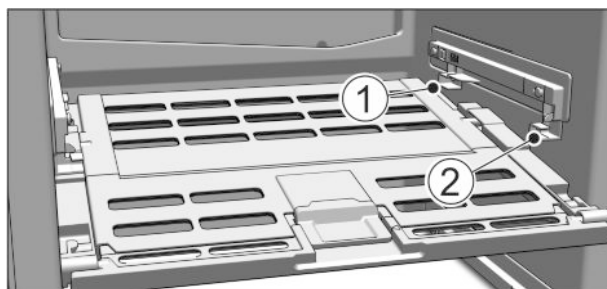

Fig. 16
► Nasazení víka přihrádky na ovoce a zeleninu: Výstupky víka zaveďte zdola do zadních držáků Fig. 16 (1) a vpředu zaklesněte do držáku Fig. 16 (2).